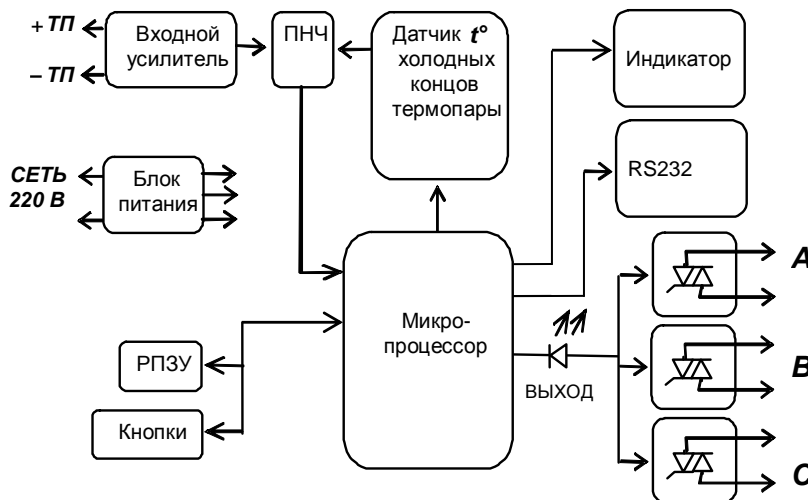

Рис.1 Функциональная схема терморегулятора ТП720-30и
- 4.5. На функциональной схеме (см. рис.1) изображены основные узлы регулятора.
В комплект поставки входят все ответные части разъемов, установленных на регуляторе (см. рис.1) в соответствии с его типом, а также: